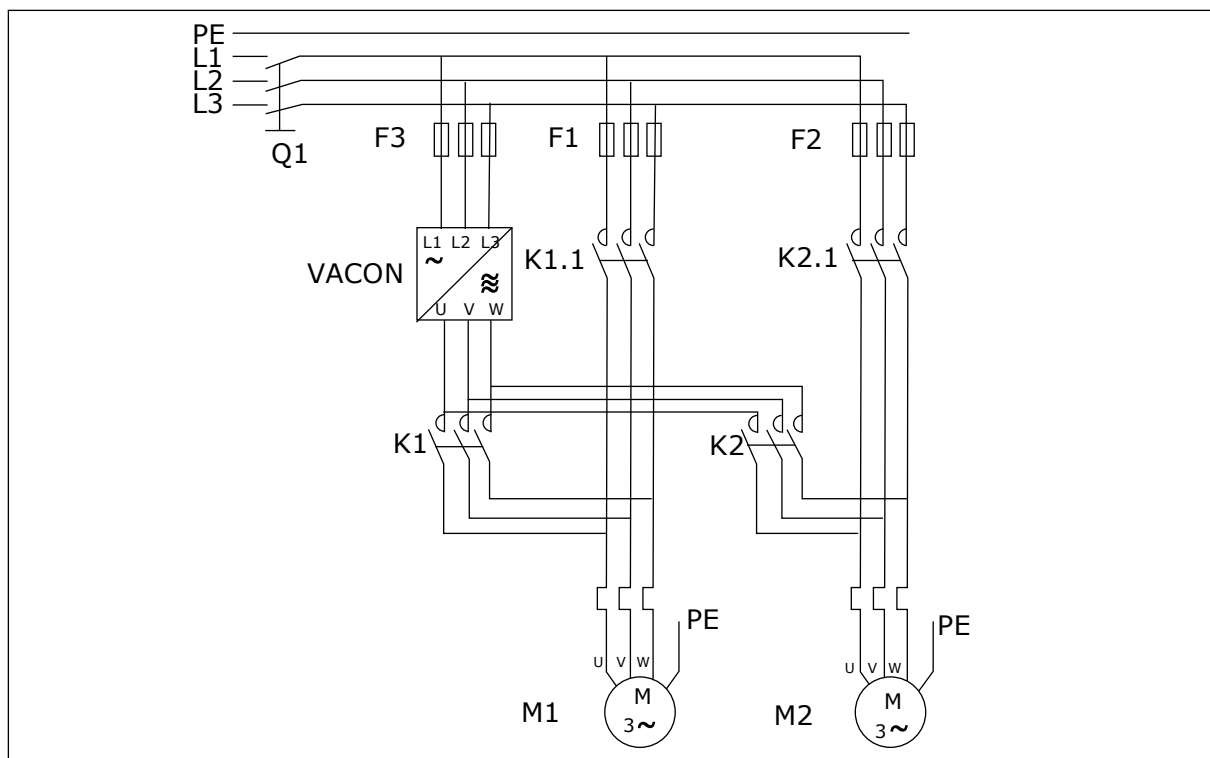
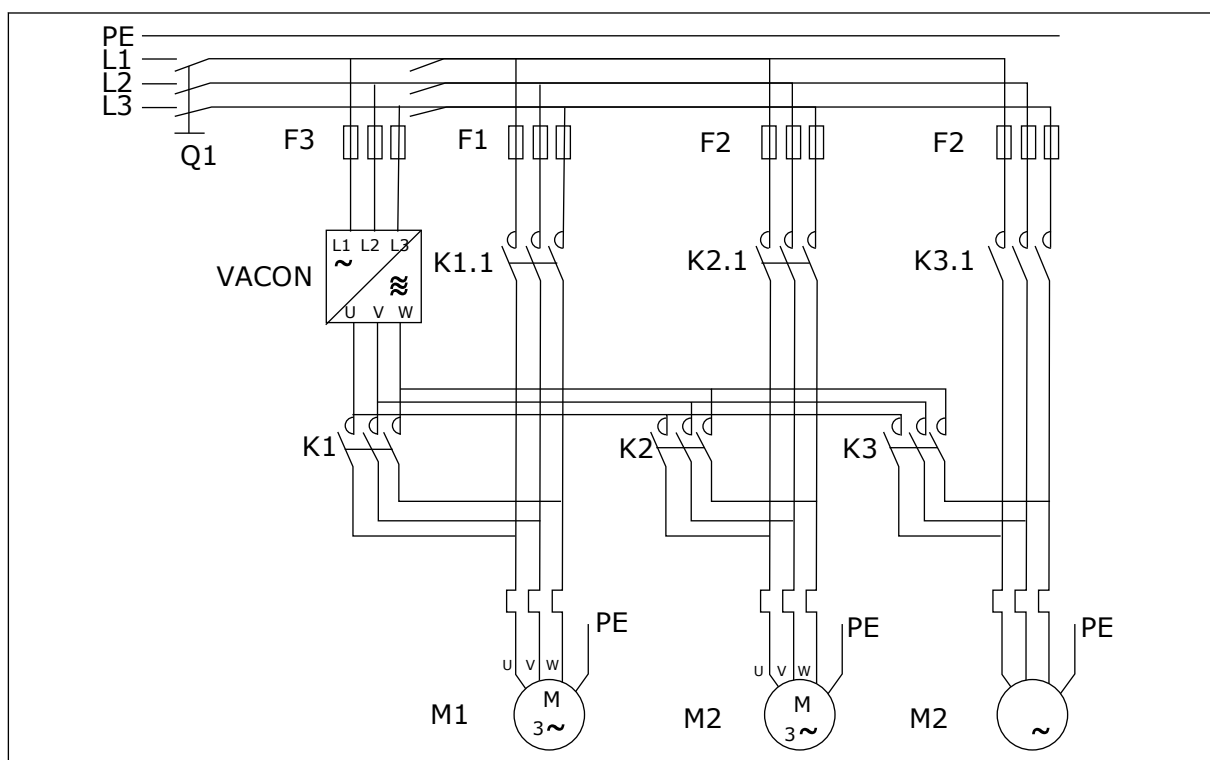

Fig. 98: Exemplo de troca automática com 2 bombas, diagrama principal
Fig. 99: Exemplo de troca automática com 3 bombas, diagrama principal
- Os contadores externos controlados através de saídas de relés do conversor de frequência conectam os conversores ao conversor de frequência ou rede elétrica. Se o motor controlado pelo conversor de frequência estiver incluído na sequência de troca automática, ele sempre será controlado através da saída de relé ativada primeiro. Os outros relés ativados controlam posteriormente os conversores auxiliares (consulte *Fig. 98 Exemplo de troca automática com 2 bombas, diagrama principal* e *Fig. 99 Exemplo de troca automática com 3 bombas, diagrama principal*).
A troca automática da ordem de partida e parada será ativada e aplicada somente aos conversores auxiliares ou aos conversores auxiliares e conversor controlado pelo conversor de frequência, dependendo da configuração do parâmetro 2.9.25, seleção Automática. Por padrão, a Troca automática é ativada para 2 conversores. Consulte *Fig. 19 Exemplo de conexão e configuração de E/S padrão do aplicativo de controle de bombas e ventiladores (com transmissor de 2 fios)* e *Fig. 98 Exemplo de troca automática com 2 bombas, diagrama principal*.